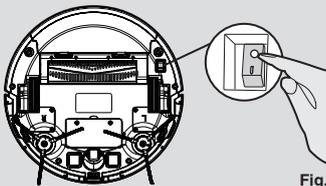

Fig. 9
Allumez le robot aspirateur à l'aide de l'interrupteur on/off qui se trouve sur le dessous de l'appareil (1). [Fig. 9] Posez-le en face de la station de chargement.
1. Appuyez sur l'interrupteur ON/OFF sur le dessous du robot. [Fig. 9]
2. Appuyez sur l'interrupteur ON/OFF sur le dessous du robot. [Fig. 9]